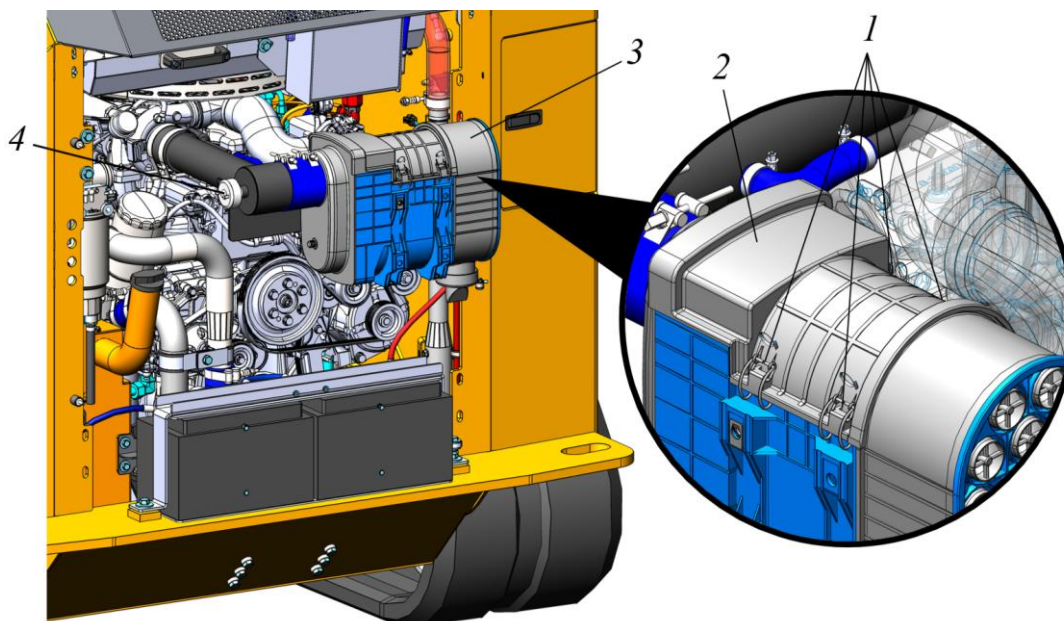

Рисунок 5.74. Снятие крышки фильтра
- ▶ Отщелкнуть защелки 1 от корпуса фильтра 3, рис. 5.74.